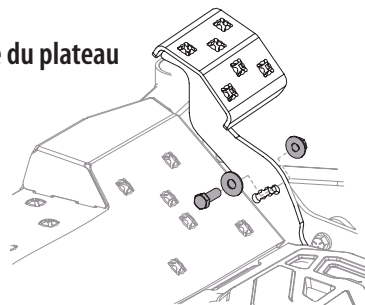

Figure 41
2. Retirez le boulon hexagonal, la rondelle et l'écrou hexagonal près du centre de la pédale. Voir Figure 41.
4. Réinstallez le matériel précédemment retiré et serrez l'écrou à 28-35 N·m (28-35 lb·pi). Voir Figure 41.